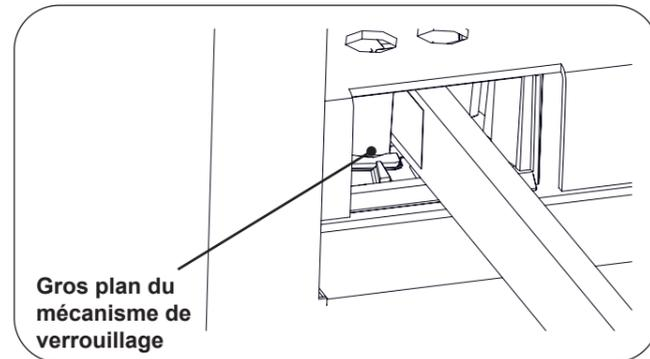

Figure 10. Mécanisme de verrouillage de l'étrier
1. Pour utiliser les étriers, saisissez l'extrémité de l'étrier et tirez-le directement hors de la table (Figure 10). Soulevez légèrement tout en faisant glisser l'étrier vers l'extérieur.
4. Lorsque la position souhaitée est atteinte, abaissez l'étrier pour enclencher le mécanisme de verrouillage latéral (Figure 10 et Figure 11).